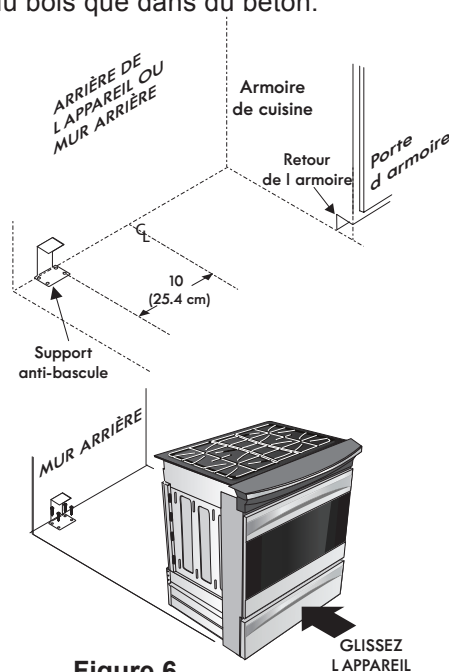

Figure 6
La ligne d'alimentation doit être munie d'un robinet d'arrêt approuvé (voir Figure 6). Ce robinet doit se trouver dans la même pièce que la cuisinière et à un endroit qui permette de l'ouvrir et de le fermer facilement. Ne bloquez pas l'accès au robinet d'arrêt. Il est destiné à ouvrir et à fermer l'alimentation en gaz de l'appareil.
2. Dépliez le gabarit de papier et placez-le à plat sur le plancher, l'avant et les extrémités des côtés exactement sur la ligne préalablement tracée (utilisez le diagramme ci-dessous pour localiser le support anti-bascule si le gabarit de papier n'est pas disponible (Figure 6)).